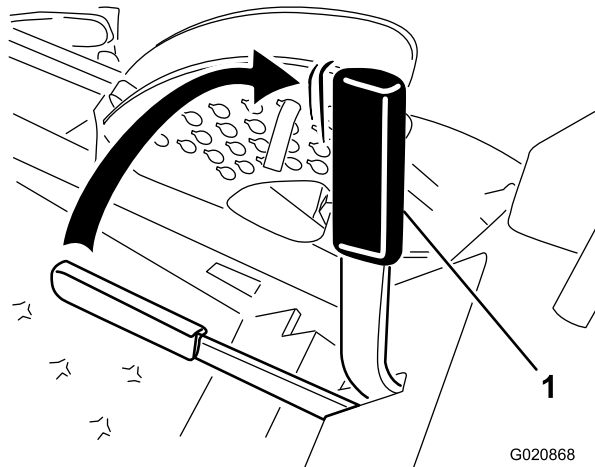

図 13
2. 駐車ブレーキレバーを後ろに引き上げて、駐車ブレーキを掛ける（図 13）。